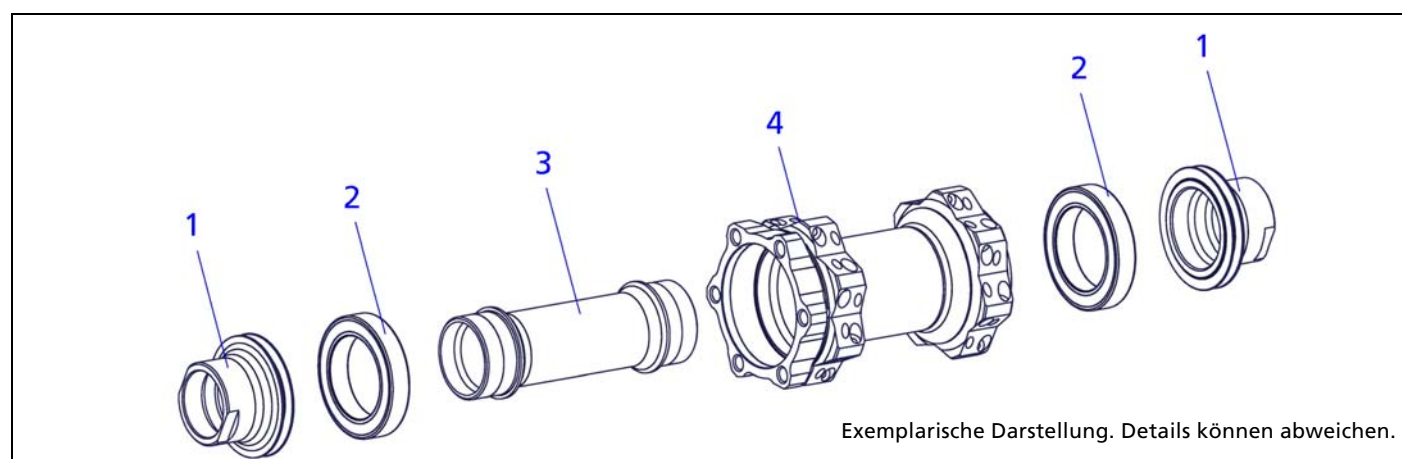

Abbildung 4.3: 240 Oversize
1. Mit passendem Schlüssel den ersten Endanschlag (Abb.4.3/1) lösen und von der Achse schrauben.
2. Demontagewerkzeug auf die Achse (Abb.4.3/3) schieben.
3. Kugellager (Abb.4.3/2) und Achse mit Hilfe des Demontagewerkzeugs und eines Kunststoffhammers aus dem Gehäuse schlagen.
8. Zweites Kugellager (Abb.4.3/2) mit Hilfe des Demontagewerkzeugs und einem Hammer aus dem Nabengehäuse ausschlagen.
2. Achse (Abb.4.3/3) auf die Montagehülse aufstecken.
4. Leicht gefettetes Kugellager (Abb.4.3/2) mit der farbigen Seite nach aussen auf der Disc-Seite auf die Achse aufschieben.
**10.** Leicht gefettetes Kugellager (Abb.4.3/2) auf die Achse (Abb.4.3/3) gegenüber der Bremsseite auflegen.
- 1. Freiliegende Kugellager und Innenseite beider Endanschläge (Abb.4.3/1) fetten.**
- 2. Beide Endanschläge (Abb.4.3/1) von Hand anschrauben.**
- 3. Endanschläge (Abb.4.3/1) mit passendem Schlüssel mit 15 Nm festziehen.**